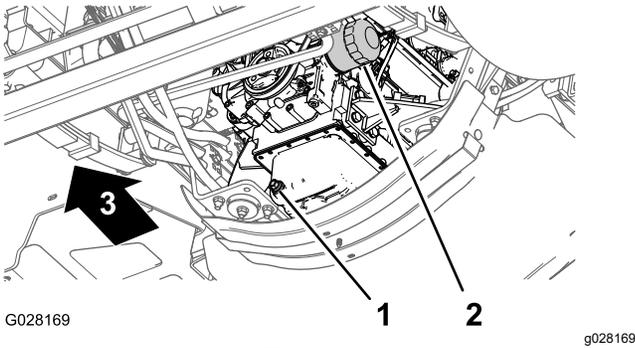

图 75
3. 在机油滤清器下放一个放油盘 图 75。
4. 拆下旧机油滤芯 图 75。
8. 将机油滤清器安装到滤清器安装座上顺时针旋转机油滤清器直至橡胶垫片接触到滤清器安装座然后再将滤清器拧紧 $\frac{1}{2}$ 圈 图 75。
1. 对齐排放塞下的排放盘 图 75。
2. 拔掉排油塞让机油完全排出 图 75。